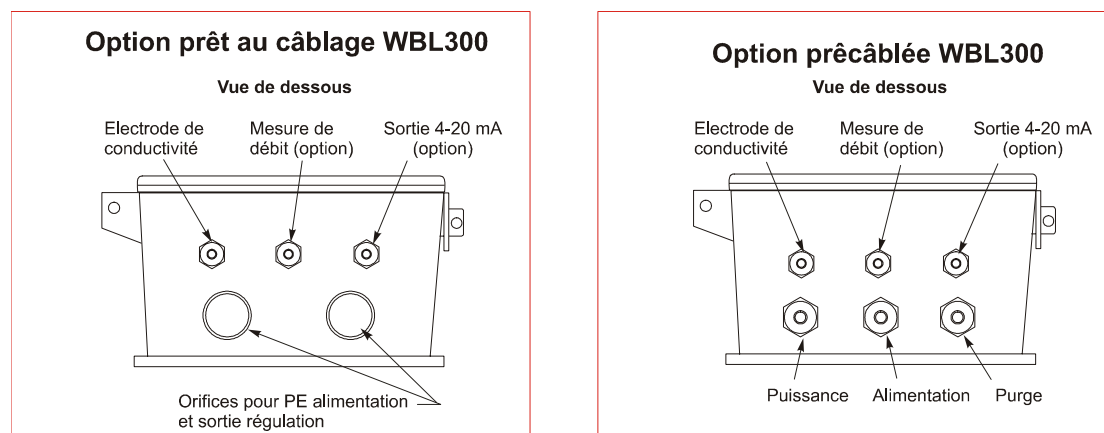
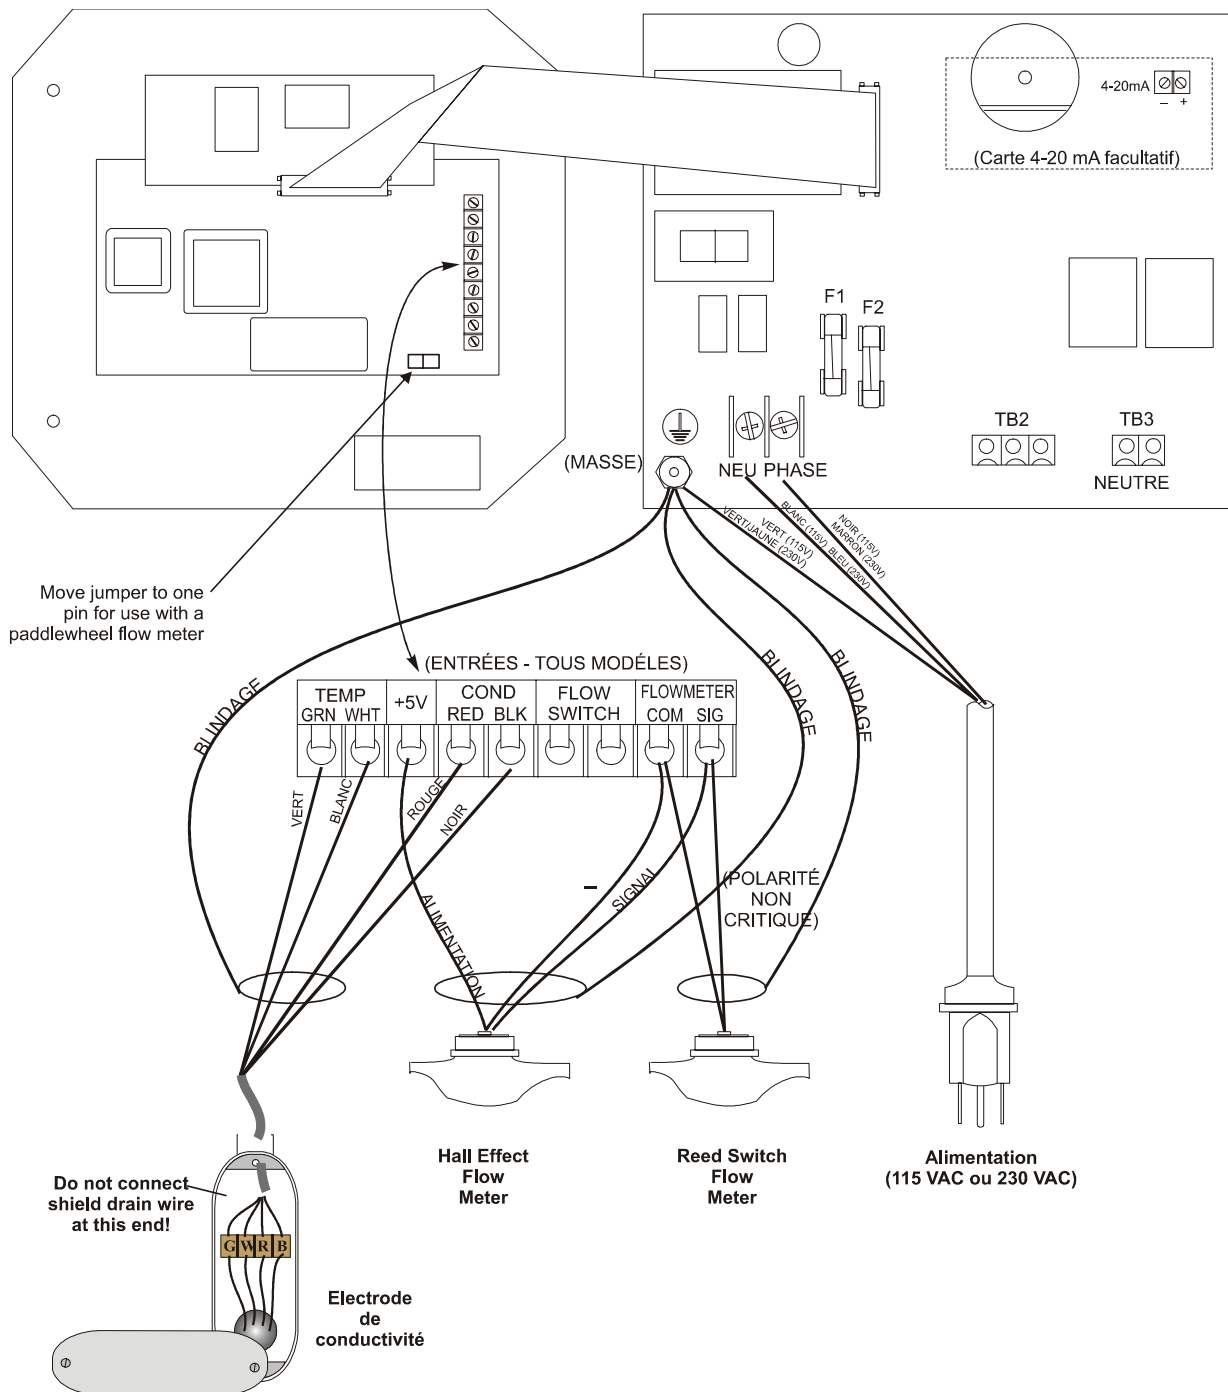

Figure 2 : Configurations de câblage
Figure 3 : Entrées (panneau de relais de puissance 190873 montré)
Les différentes options de câblage sont montrées Figure 2. Votre conductivimètre WBL arrivera de l'entreprise précâblé ou prêt au câblage. Compter sur la configuration des options du régulateur, vous pouvez avoir besoin de câbler quelques ou toutes les entrées/sorties de l'appareil. Se référer à la figures 3 et 4 pour la disposition et la connexion du circuit.
2. Lorsqu'une entrée de mesure de débit , une sortie 4-20 mA ou un contact de débit optionnels est installé, il est recommandé d'utiliser une paire de fils blindée entre 22-26 AWG. Le blindage devra être raccordé à la terre du régulateur. (voir figure 3 et 4).